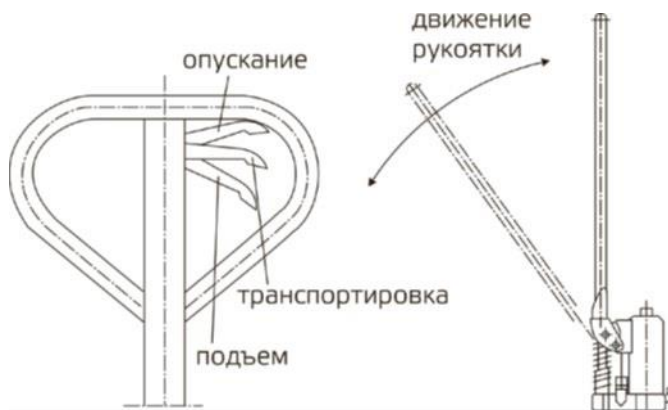

Рисунок 9. Рабочие режимы рычага управления
- рычаг управления находится в верхнем положении рис. 9 (опускание): в этом положении вилы тележки должны опускаться;
- рычаг управления находится в нейтральном положении рис. 9 (транспортировка): качните несколько раз рукояткой, вилы не должны подниматься/опускаться;
- рычаг управления находится в нижнем положении рис. 9 (подъем): качните несколько раз рукояткой, вилы должны подниматься.
Медленно двигайтесь с грузом к зоне разгрузки с последующей остановкой в зоне разгрузки. Плавно нажмите на рычаг опускания (рис. 9), пока вилы не переместятся в минимальное нижнее положение. Убедитесь, что груз полностью находится на месте разгрузки, плавно сдвиньте назад для вывода вилок из-под груза.